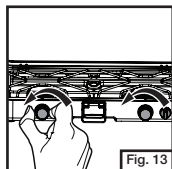
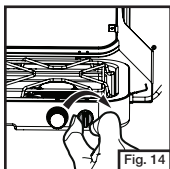

Fig. 13
Fig. 14
- Ouvrez complètement la vanne de brûleur en tournant dans le sens horaire et tournez à plusieurs reprises le bouton de l'allumeur jusqu'à entendre un « clic », laissant le bouton de l'allumeur revenir au centre avant de le tourner à nouveau. Effectuez cette action jusqu'à ce que le brûleur s'allume. (Fig. 13 and Fig. 14)